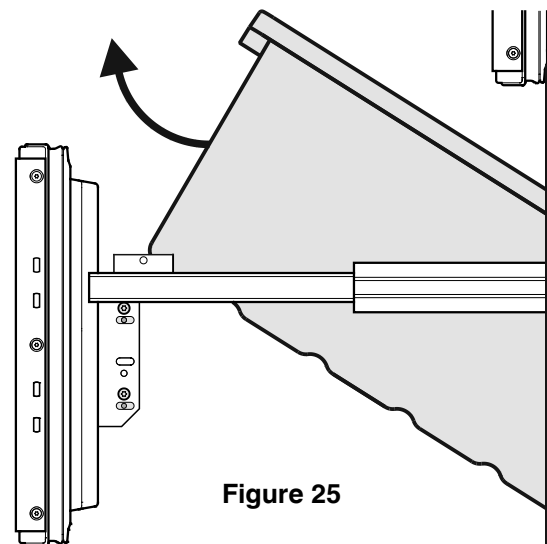

Figure 25
- Basculer le récipient et le retirer - **Figure 25.**